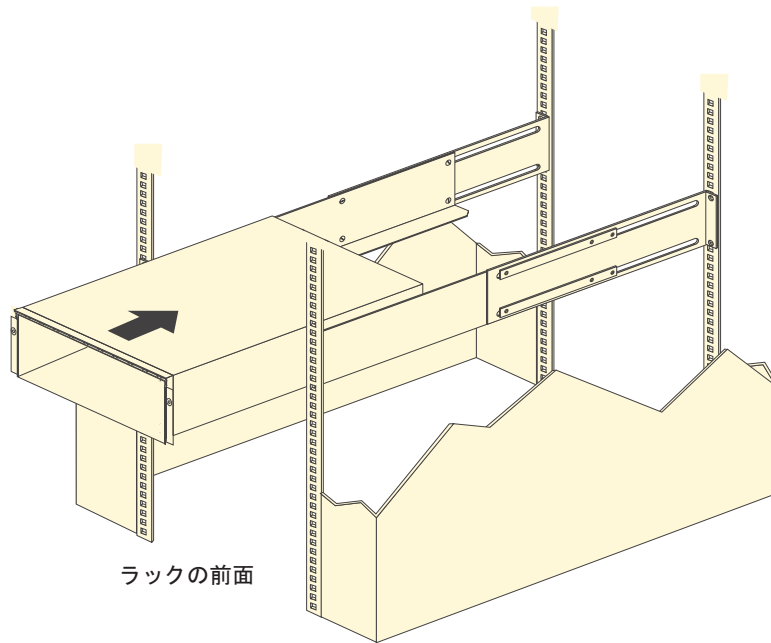

図 12. EXP5000 の取り付け
- b. もう 1 人の手を借りて、ストレージ拡張エンクロージャーの後部をサポート・レールの上に乗せ、32 ページの図 12 に示すように、装置をスライドさせてラックに入れます。